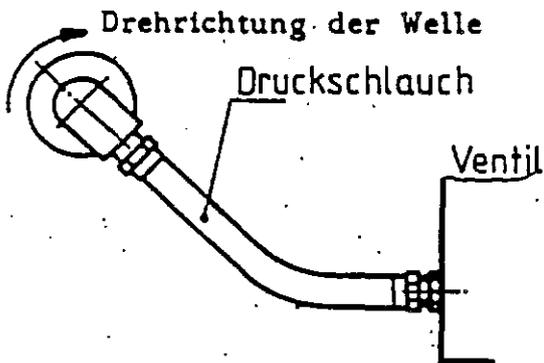

Abb. 3
- b) Zwischen Rotor und Gehäuse darf sich kein Zwanglauf einstellen. Zu diesem Zweck muß die Anschlußleitung mit Hilfe des mitgelieferten Rohrwinkels und eines Druckschlauches (sicher bis 120 bar) entsprechend Abb. 3 flexibel ausgeführt werden.
Die Schalt- und Verzögerungszeiten in der Kupplungsberechnung sind gültig für Schlauchlängen bis zu 500 mm; s. Abb. 3.